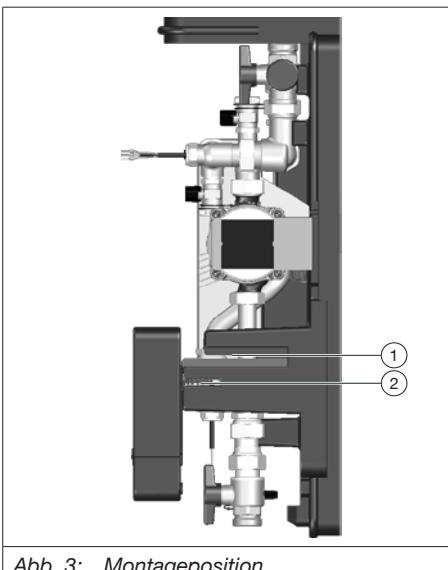

Abb. 3: Montageposition
- Drehen Sie den Regler und fixieren Sie diesen in der Montageposition wie in Abb. 3.